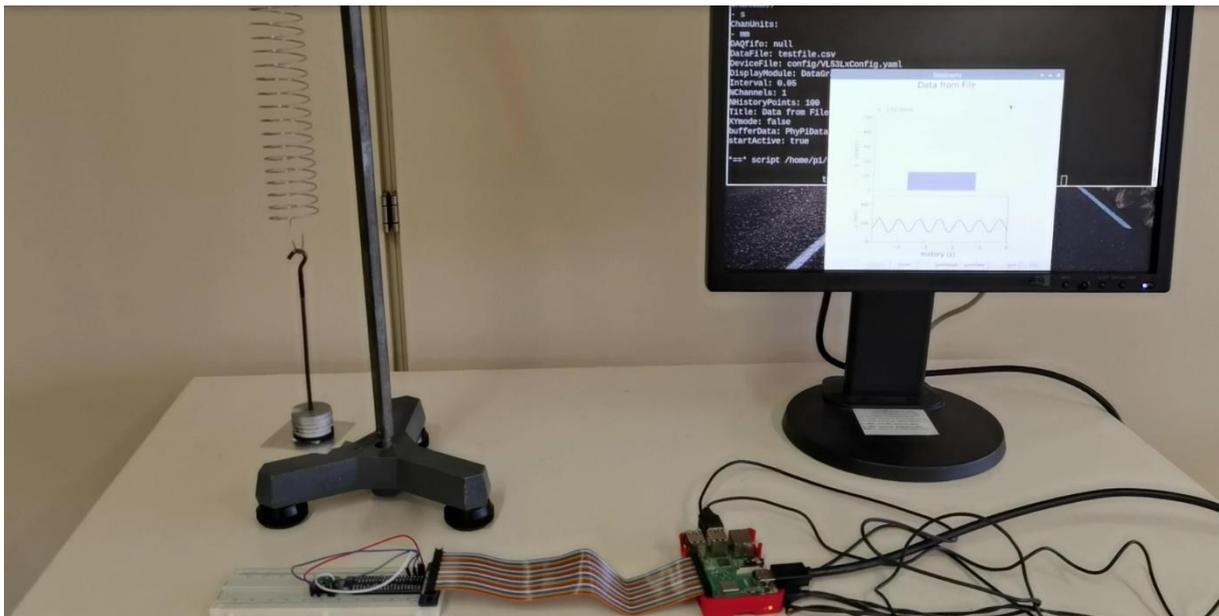

Abb.1 Das Federpendel schwingt über dem VL53L0X-Distanzsensor
1. Der Gewichtsteller mit Reflektor wird an einer Feder so angehängt, dass das Federpendel über dem Sensor, senkrecht zum Laserstrahl, schwingen kann (siehe die Abb.1). Das Federpendel wird vertikal so ausgelenkt, dass es nach dem Loslassen freischwingt. Damit die Schwingungen harmonisch sind, soll die Auslenkung nicht zu groß sein. Die Verformung der Feder soll innerhalb des Elastizitätsbereiches bleiben.